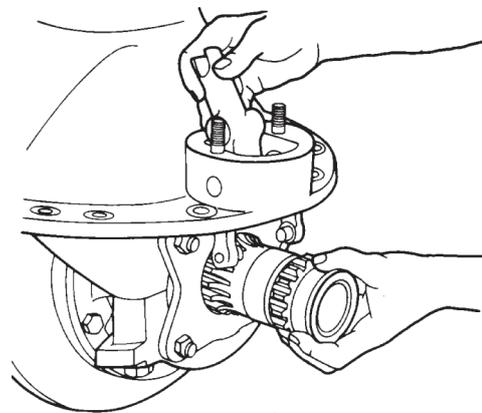

Figura 78
- C. Posicione a engrenagem solar e o garfo (Figura 78);